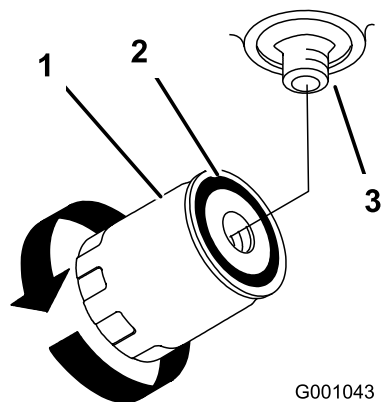

Figure 75
4. Déposez le filtre usagé et essuyez la surface du joint de l'adaptateur (Figure 75).
6. Montez le filtre de rechange sur l'adaptateur. Tournez le filtre dans le sens horaire jusqu'à ce que le joint rejoigne l'adaptateur, puis donnez 1/2 tour supplémentaire (Figure 75).